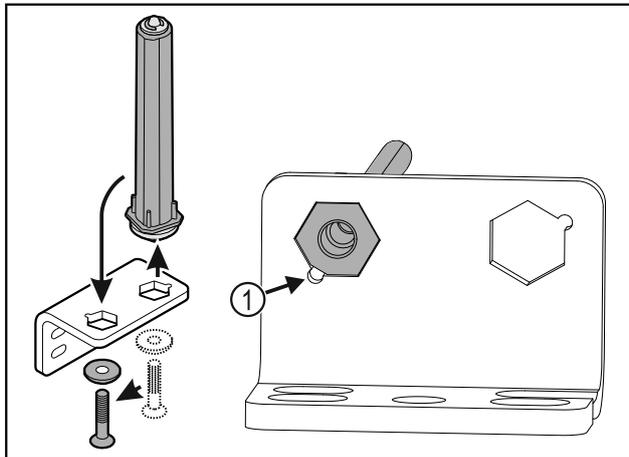

Fig. 36
- ▶ Lors de l'insertion de l'axe, veiller à ce que son chanfrein Fig. 36 (1) soit du côté du trou rond.